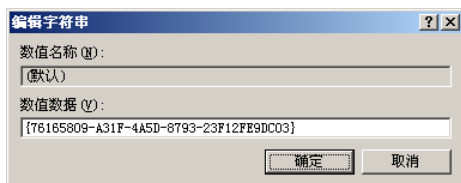

图 15-24 “编辑字符串”对话框
(3) 双击右侧窗口中的值的名称 (“默认”), 打开如图 15-24 所示的【编辑字符串】对话框, 将 “数值数据” 文本框中的数据复制到粘贴板中, 这就是插件的 ID。